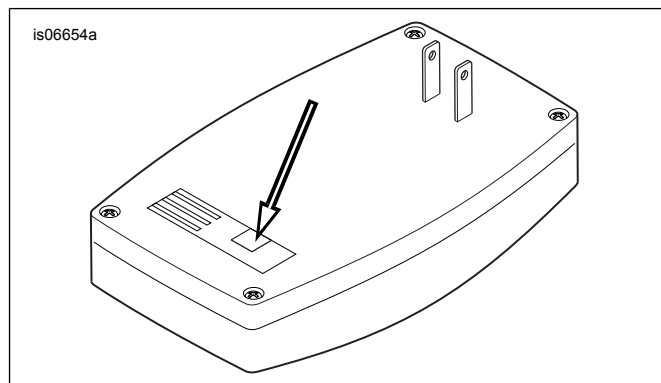

Figure 2. Receiver ng Pambukas ng Pinto ng Garahe, Likurang Bahagi
7. Tingnan ang Figure 2 . Isaksak ang konektor ng assembly ng kable ng receiver ng pambukas ng pinto ng garahe ng Harley-Davidson sa likod ng receiver ng Harley-Davidson na pambukas ng pinto ng garahe sa lokasyon na ipinakita.